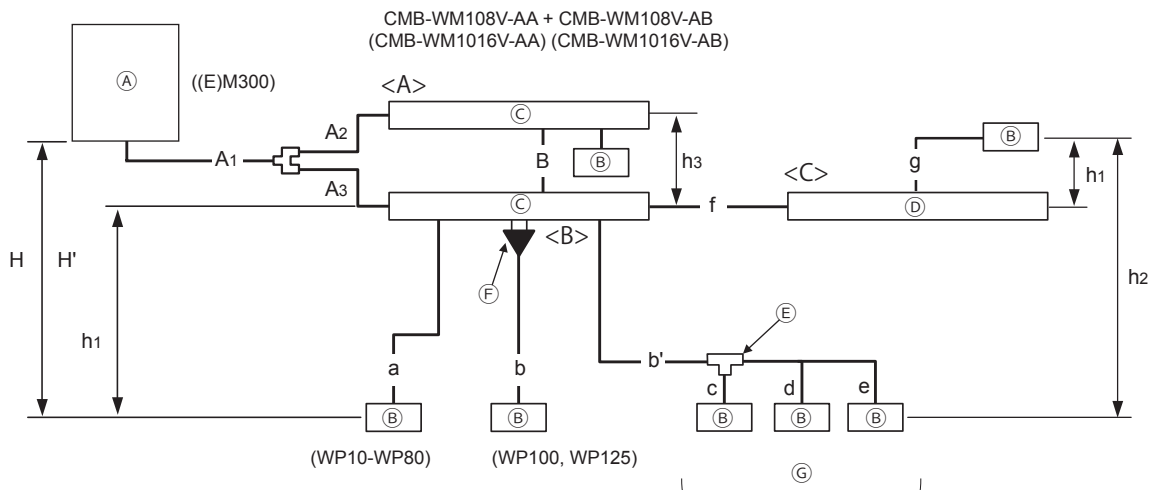

Rys. 9-4-1
- Podłączając jednostki wewnętrzne WP100 lub 125 do sterownika HBC, należy podłączyć każdą jednostkę do dwóch zestawów dwóch portów na sterowniku HBC za pomocą dwóch zestawów złączy przewodów. (Zob rys. 9-4-1)
- Podłączyć przejściówkę (20A-do-32A) do połączonej strony każdego zestawu złączy przewodów. (Zob rys. 9-4-1)
- Podłączając jednostki wewnętrzne WP100 lub 125 do sterownika HBC, należy podłączyć każdą jednostkę do dwóch zestawów dwóch portów na sterowniku HBC za pomocą dwóch zestawów połączeń przewodów. (Zob rys. 9-4-1)
- Podłączyć przejściówkę (20A-do-32A) do połączonej strony każdego zestawu połączeń przewodów. (Zob rys. 9-4-1)